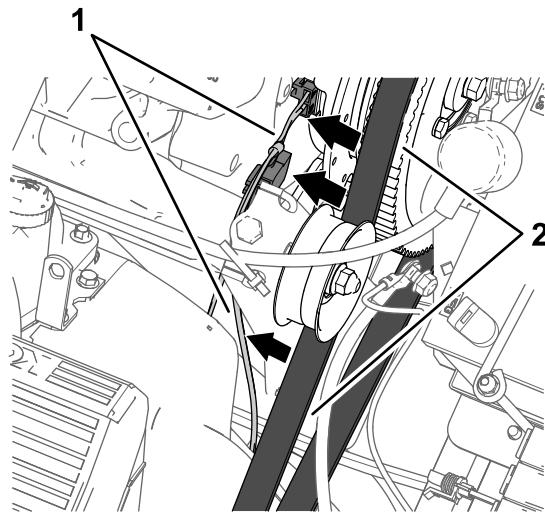

Рисунок 168
4. Проложите ответвление жгута проводов длиной 84 см, закрепив на двигателе и насосе опрыскивателя так, чтобы жгут проводов был расположен на достаточном расстоянии от ремня генератора (Рисунок 168).